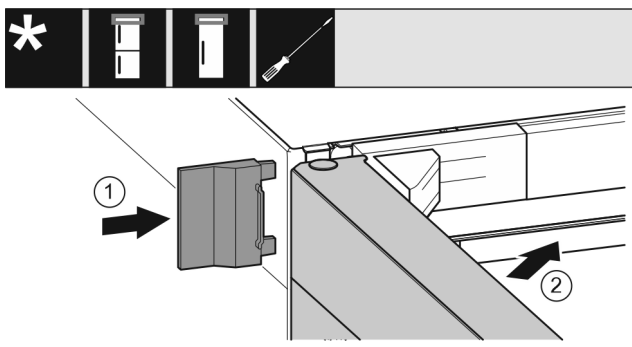

Fig. 23
► Montați capacul exterior Fig. 23 (1).
► Închideți ușa superioară Fig. 23 (2).